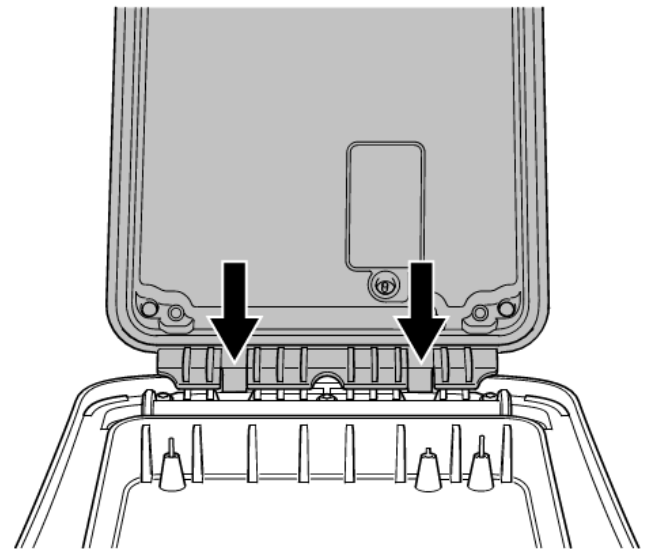

図 4.11: 電池パックの位置を合わせた所定位置に押し込む
- 4 電池パックのクリップと送信機本体の対応するくぼみに位置を合わせて所定位置に押し込みます (図 4.11)